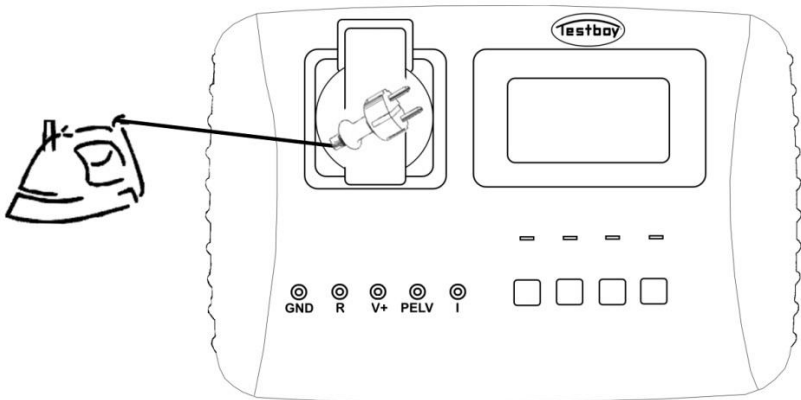

Figura 3
Ligue o aparelho a testar à tomada do aparelho a testar, conforme ilustrado na figura 3.
- | Medição usando as tomadas de teste (só para dispositivos de proteção de classe I) (Figura 3)